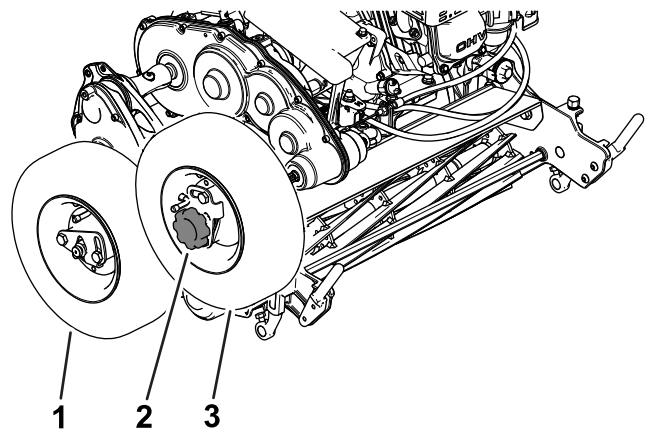

图11
3. 将行走轮安装到右车轮轴和驱动轮毂上请参阅图11。
5. 将旋钮安装到驱动轮毂的车轮上如图11。